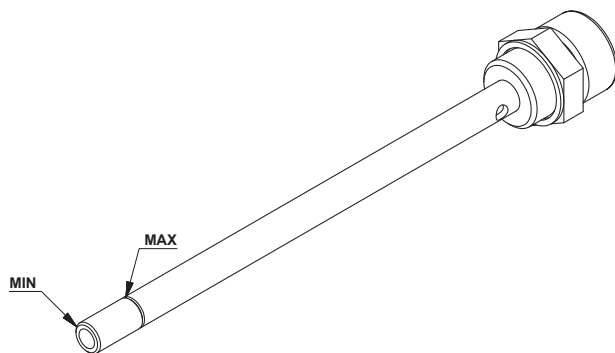

FIG. 21
- Kontrollieren, dass die Höhe zwischen dem auf dem Stab (Fig. 21) angegebenen Mindest- und Höchstwert vorhanden ist.